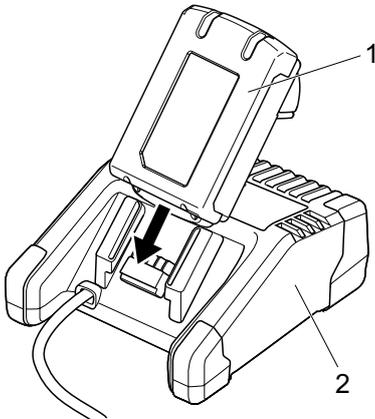

Abb. 10: Aufladen des Akkus
1. Schliessen Sie das Ladegerät (Abb. 10/2) an die Stromversorgung an.
2. Legen Sie den Akku (Abb. 10/1) in das Ladegerät ein.
3. Entnehmen Sie den Akku (Abb. 10/1) aus dem Ladegerät, sobald er den gewünschten Ladezustand erreicht hat.
4. Trennen Sie nach dem Aufladen das Ladegerät (Abb. 10/2) von der Stromversorgung.